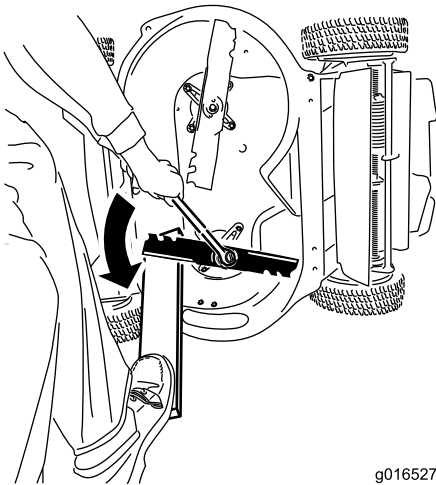

Figure 43
- Utilisez un bloc de bois pour immobiliser chaque lame et tournez le boulon de lame dans le sens antihoraire, comme montré à la Figure 43.